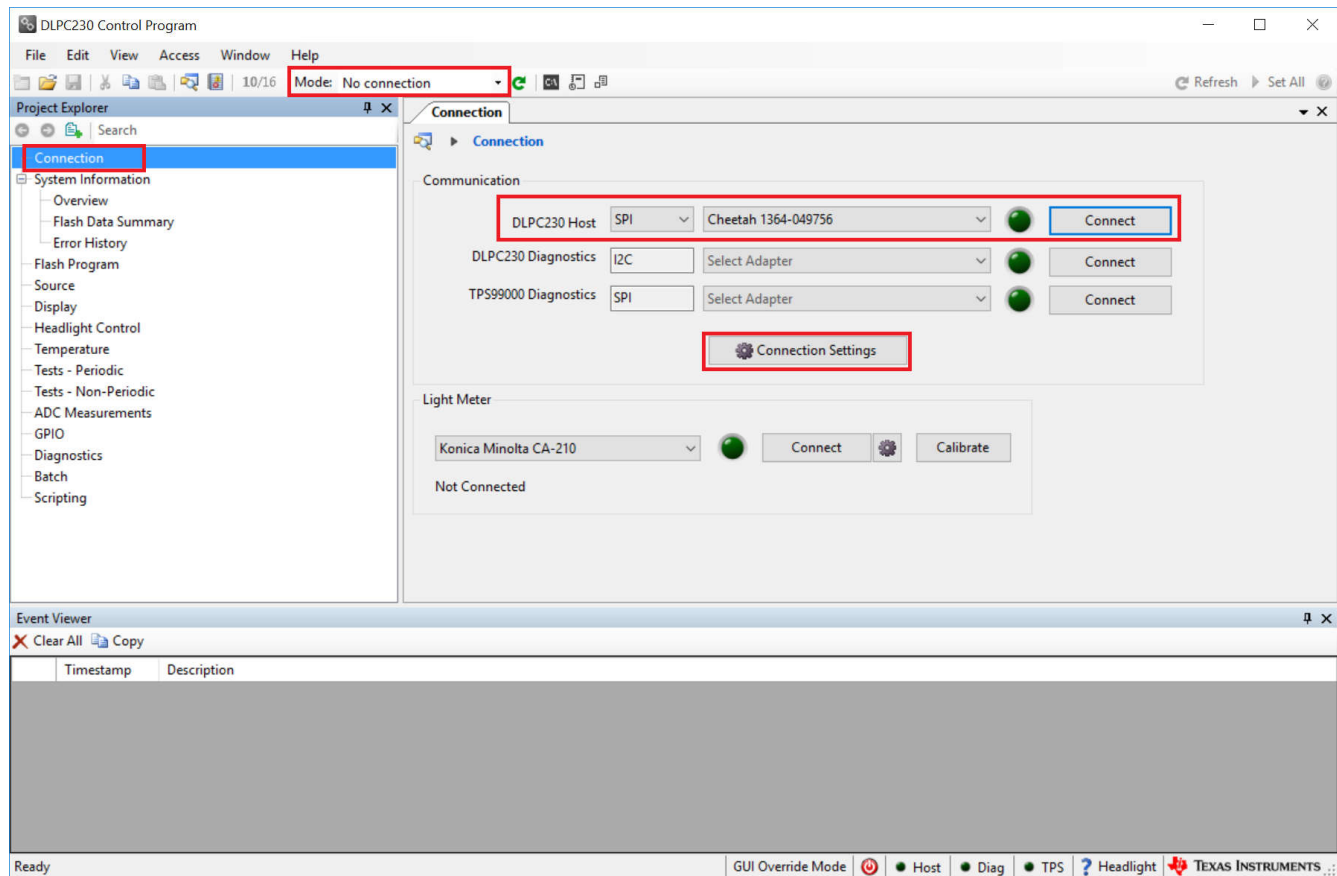

图 2-2. 使用 DLPC230-Q1 Automotive Control Program 连接到 DLPC230-Q1
2. 在 Connection 页面中，将 DLPC230-Q1 Host 设置为 SPI 并从下拉菜单中选择 Cheetah (请参阅图 2-2)。